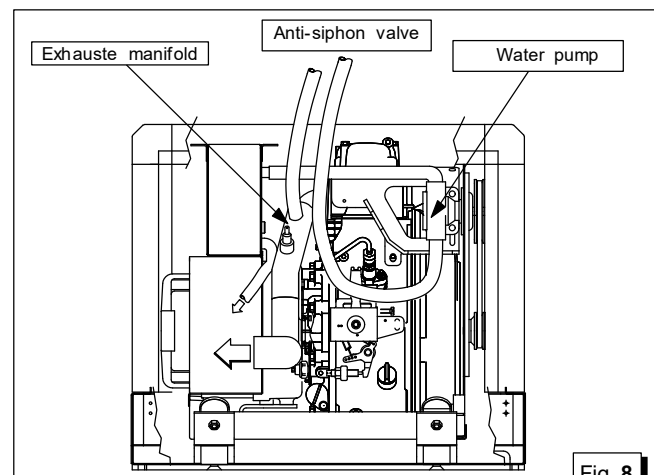

Fig. 8
**Va obbligatoriamente usata quando il generatore è installato col miscelatore di scarico sulla o sotto la linea di galleggiamento, e va posizionato ad almeno 50 cm. sopra il livello del mare.** (vedi fig. 8/9).